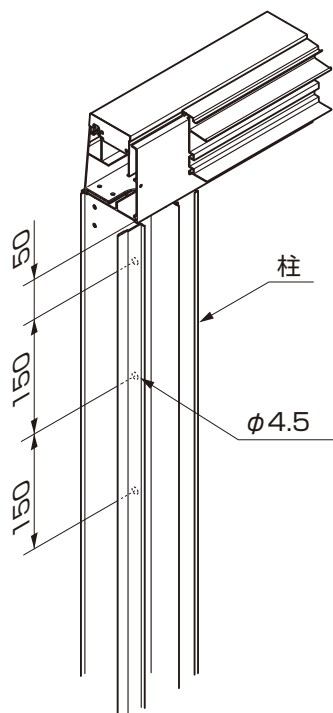
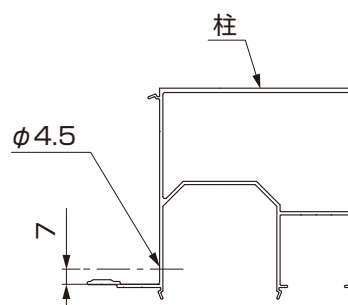

図5-1
図5-2
- ①柱に図5-1、図5-2を参照して $\phi 4.5$ の穴加工をしてください。